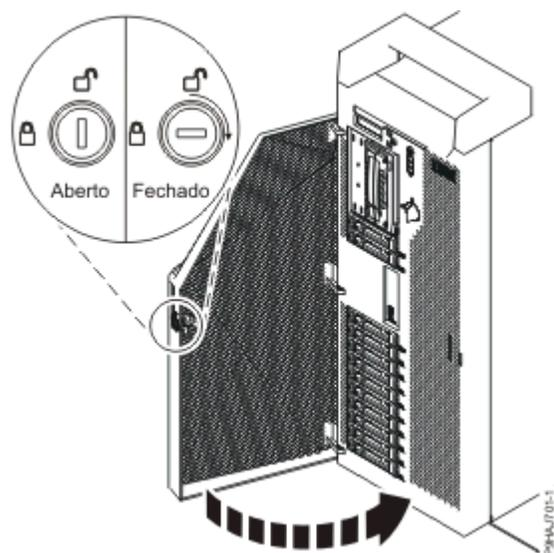

Figura 137. Trancar a porta anterior
- e) Feche a porta anterior. Insira a chave da porta anterior na fechadura conforme apresentado em Figura 137 na página 144. Rode a chave para a direita (na direcção dos ponteiros do relógio) para trancar a porta. Horizontal é bloqueado; vertical é desbloqueado.